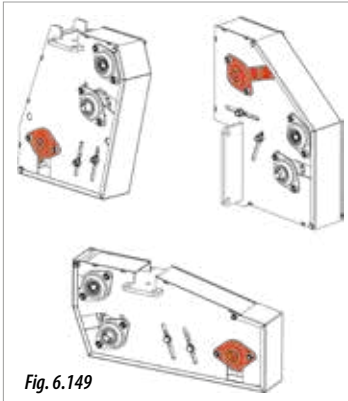
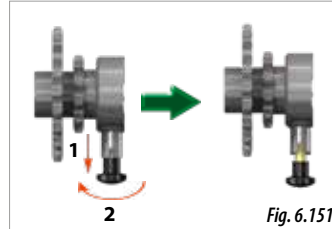
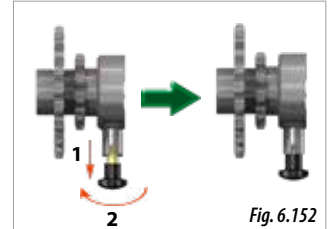

Fig. 6.149
Fig. 6.151
Fig. 6.152
Para desconectar la transmisión de las tolvas de microgranulado, debe actuar sobre la caja de transmisión de las tolvas de microgranulado (véase el apartado 3.1 VISTA GENERAL DE LA MÁQUINA). Existen tres tipos de caja de cambios, todas tienen embrague en uno de los ejes (en rojo, Fig. 6.149).
- 3-** En el eje de transmisión donde se halla el embrague (Fig. 6.149), tirar del seguro y girarlo 90° para bloquearlo en la posición de transmisión libre (Fig. 6.151).
- 3-** En el eje de transmisión donde se halla el embrague (Fig. 6.149), tirar del seguro y girarlo 90° para bloquearlo en la posición de transmisión (Fig. 6.152).